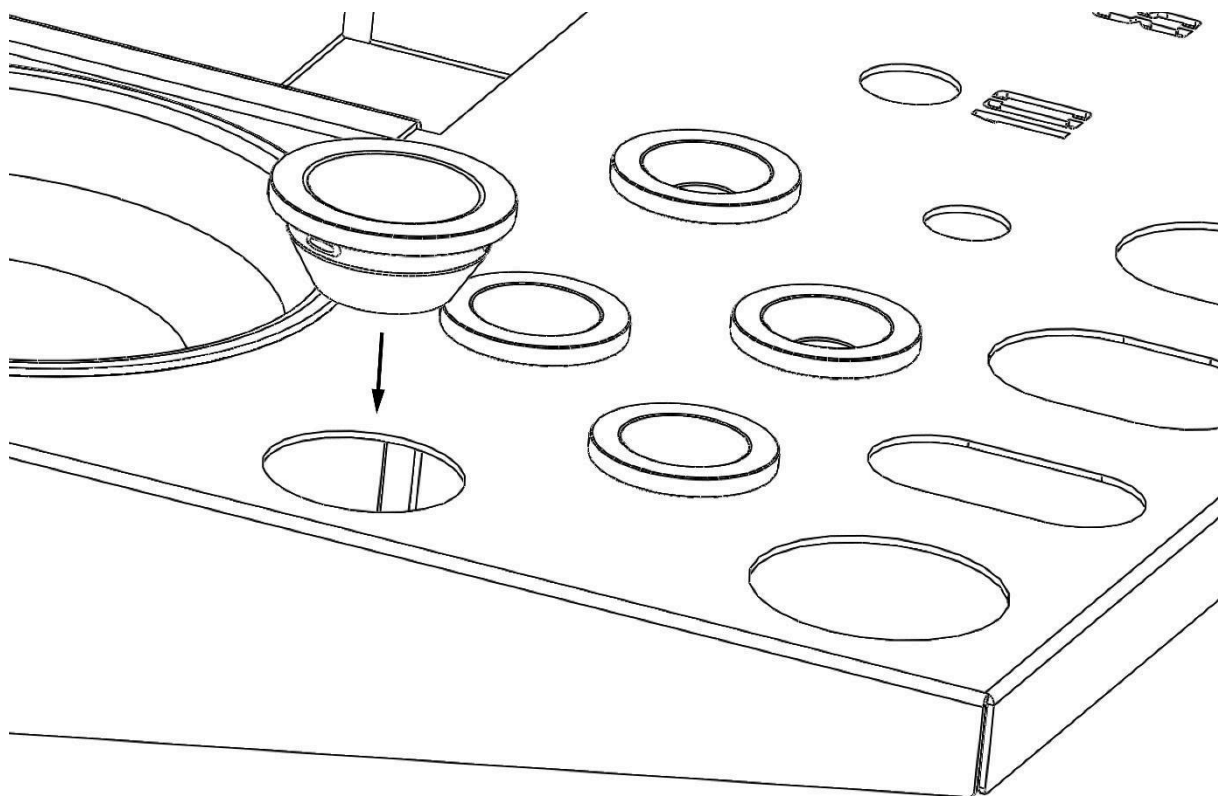

Figura 11: Soportes de plástico opcionales para destornilladores
- ◆ Los soportes de plástico incluidos se pueden usar para evitar que los destornilladores se inclinen en la bandeja de herramientas. Se instalan insertándolos en los recortes desde la parte superior y empujándolos hacia adentro (Figura 11)